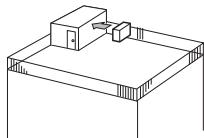

Fig. 2-2
- Поставете изхода за въздух към най-близката стена на разстояние 35 см от стена. (Fig. 2-2)